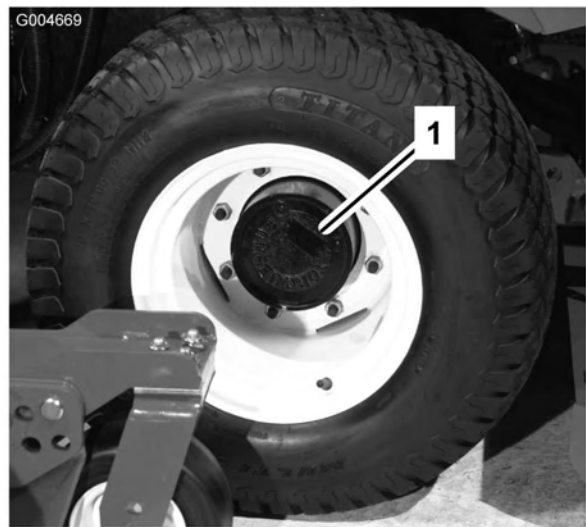
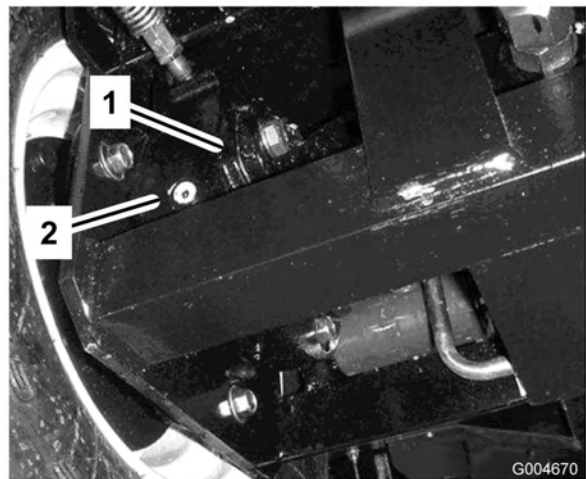

Bild 10
Bild 11
1. Stellen Sie, wenn sich die Maschine auf einer ebenen Fläche befindet, das Rad so, dass sich die Prüf-/Ablassschraube (Bild 10) entweder in der 2-Uhr- oder der 10-Uhr-Stellung befindet.
2. Entfernen Sie die Schraube (Bild 10) am Planetengetriebe und prüfen Sie die Schraube an der Rückseite der Bremse (Bild 11). Der Ölstand muss die Unterseite des Prüfschraubenlochs an der Rückseite der Bremse erreichen.